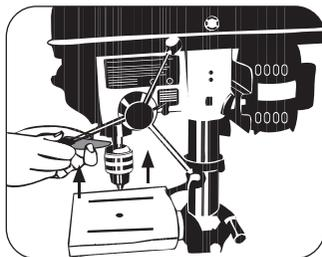

FIGURA 9.1
**Nota: Remoção do mandril** (Figura 9.1): para remover o mandril abaixe o eixo árvore através da alavanca e introduza a cunha, dando uma pancada na mesma (acessório que acompanha a máquina).